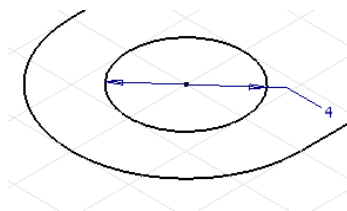

Рис. 24
- **(укажите линию окружности)** - укажите положение размерной линии (рисунок 24).